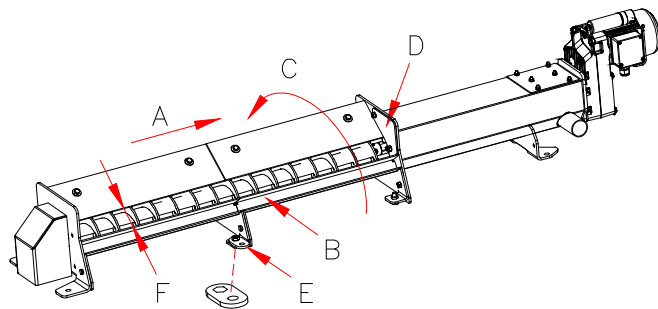

Fig. :1
L'auge doit être alignée à l'aide des pattes de fixation (E) Fig. 1 et vissée directement au sol droite, sans affaissement ni surélévation.